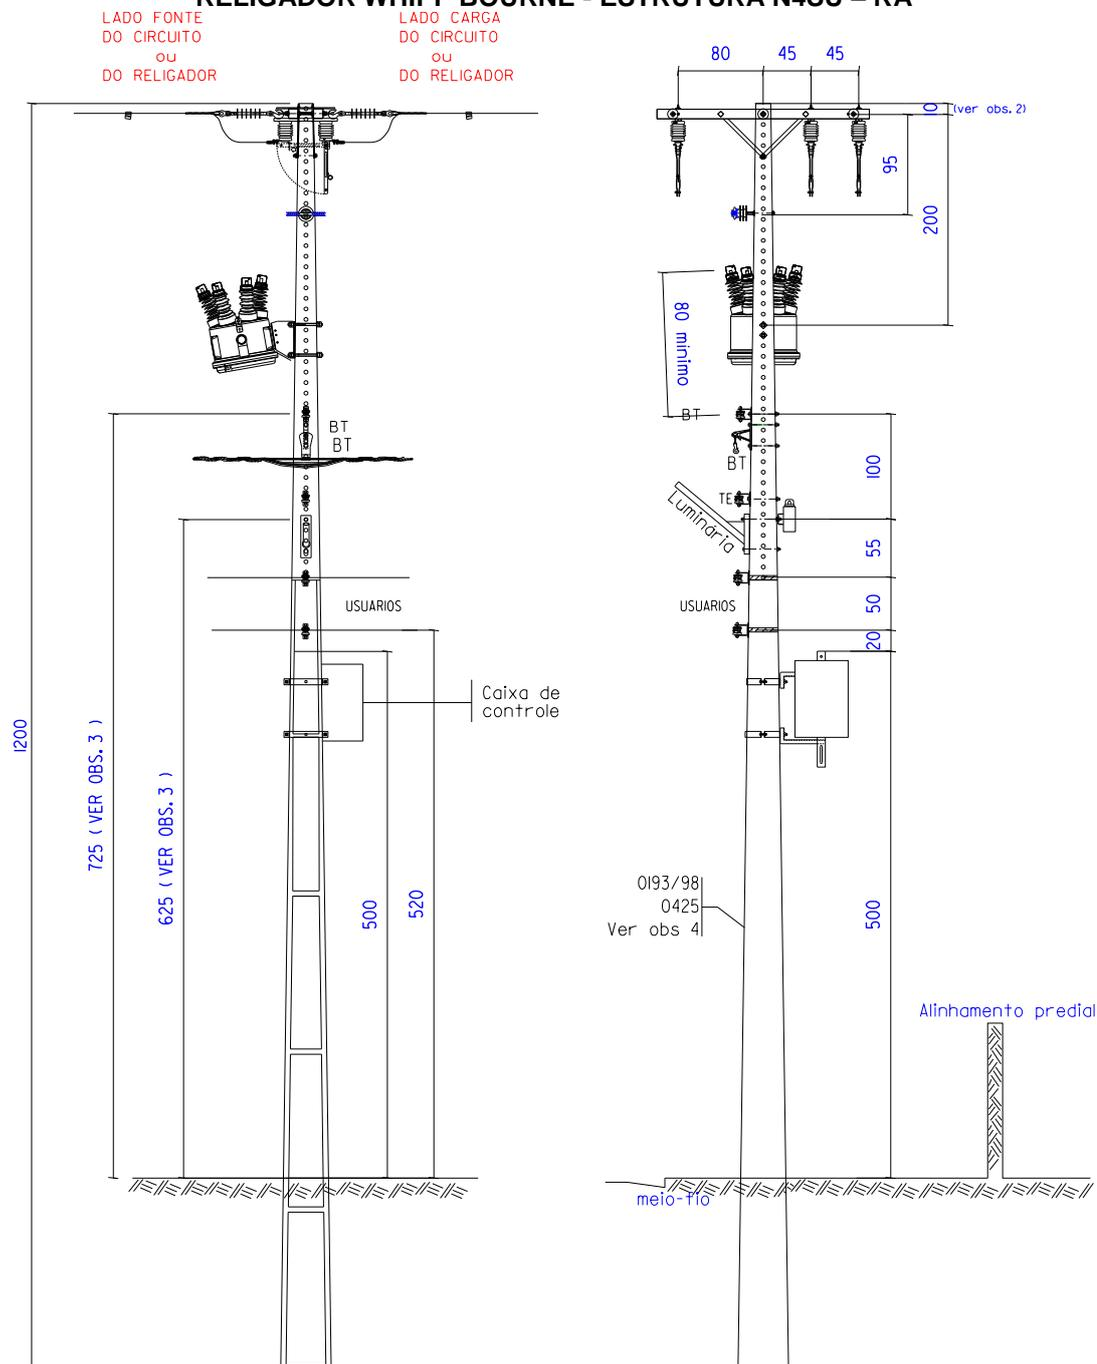

figura 1
3. As cotas referentes à instalação da caixa de controle, ocupantes dos postes, luminária e baixa tensão estão indicadas na figura 1.